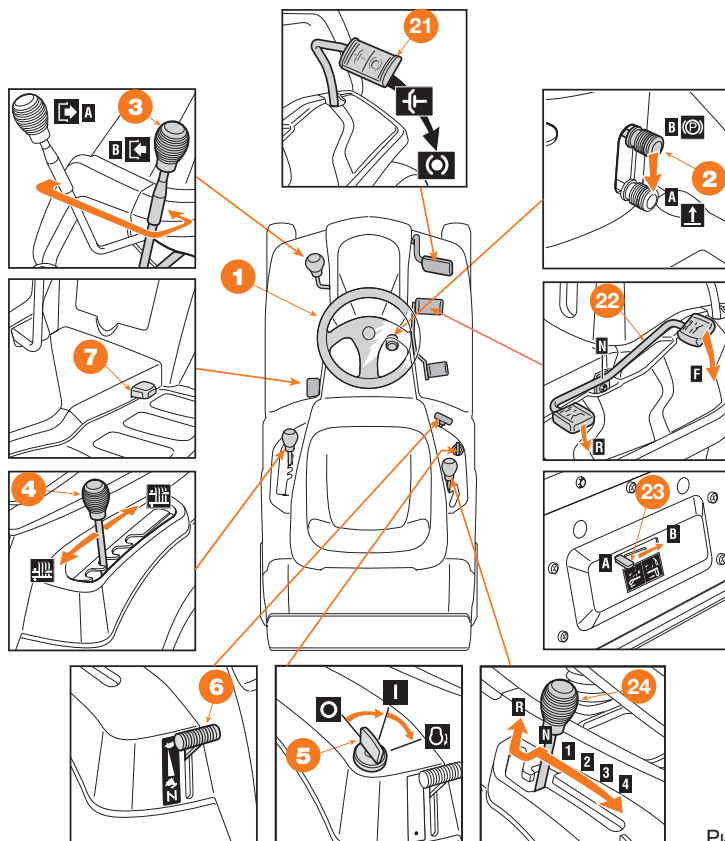

Рис. 15
ЭЛЕМЕНТЫ УПРАВЛЕНИЯ**Руль управления (рис. 15 ①)**
Рычаг стояночного тормоза (Рис. 15 ②)
Рычаг управления режущими приспособлениями (рис. 15 ③)
Рычаг регулировки высоты кошения (рис. 15 ④)
Ключевой переключатель (рис. 15 5)
Рычаг управления дросселем (рис. 15 6)
Педали разрешения скашивания на заднем ходу (рис. 15 7)
Педаль сцепления/тормоза (рис. 15 21)
Педаль привода DLR 66H (рис. 15 22)
Рычаг разблокировки гидростатической трансмиссии DLR 66H (рис. 15 23)
Рычаг переключения скоростей DLR 66M (рис. 15 24)